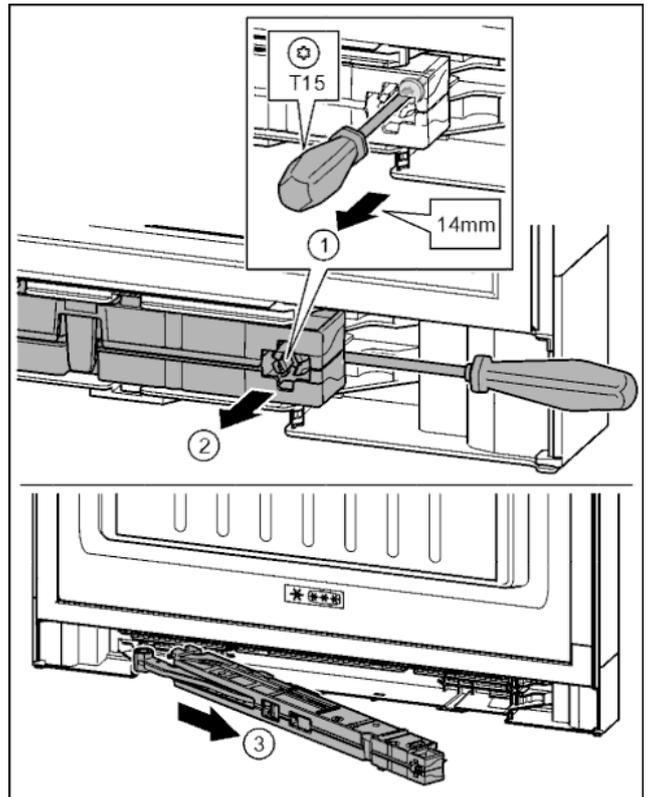

Fig. 17
- ▶ Ослабить винт на узле амортизатора с помощью отвертки T15 на ок. 14 мм. Fig. 17 (1)
- ▶ Переместить отвертку со стороны ручки за узел амортизатора. Повернуть узел вперед. Fig. 17 (2)
- ▶ Вытащить узел амортизатора. Fig. 17 (3)